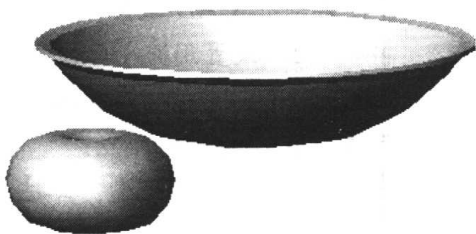

图 3-7
①选择对象: 选择苹果 $\leftarrow$ 。②指定旋转轴的第一个点或定义轴依据[对象(O)/最近的(L)/视图(V)/X轴(X)/Y轴(Y)/Z轴(Z)/两点(2)]: X $\leftarrow$ 。③指定X轴上的点 $\langle 0,0,0 \rangle$: 在苹果的顶端点处任取一点。④指定旋转角度或[参照(R)]: 90 $\leftarrow$ 。得到如图 3-7 所示的图形。